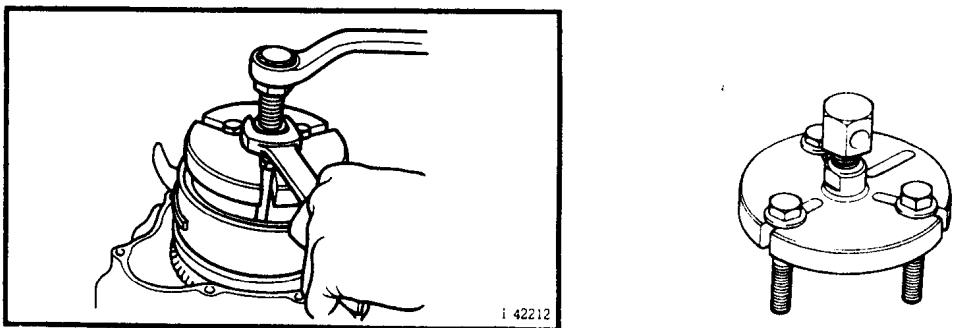

图 1-15
(4) 飞轮拆卸工具见图 1-15 (90890-01362)。